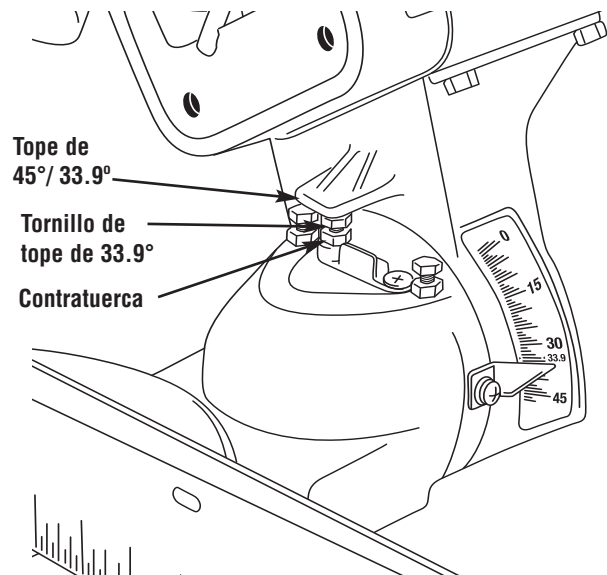

Figura 12. Tornillo de tope de bisel de 33.9° y contratuerca
1. Baje la contratuerca del tornillo de tope de bisel de 33.9° utilizando una llave de tuerca de 12 mm o ajustable (Figura 12).
4. Ajuste el tope de bisel de 33.9° hasta que el indicador de bisel esté señalando hacia la marca de 33.9° de la escala de bisel (Figura 12). Apriete la contratuerca de 33.9°.